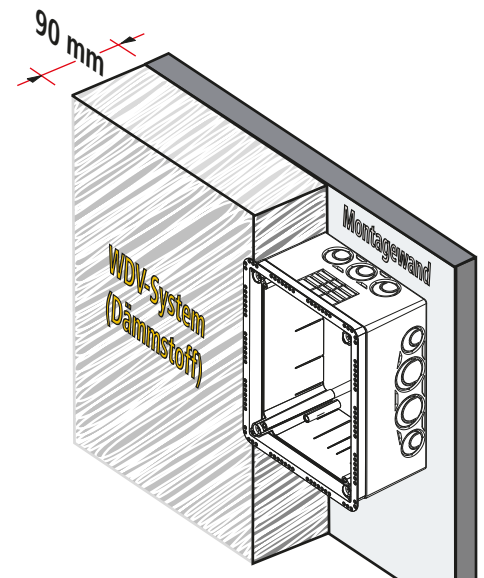
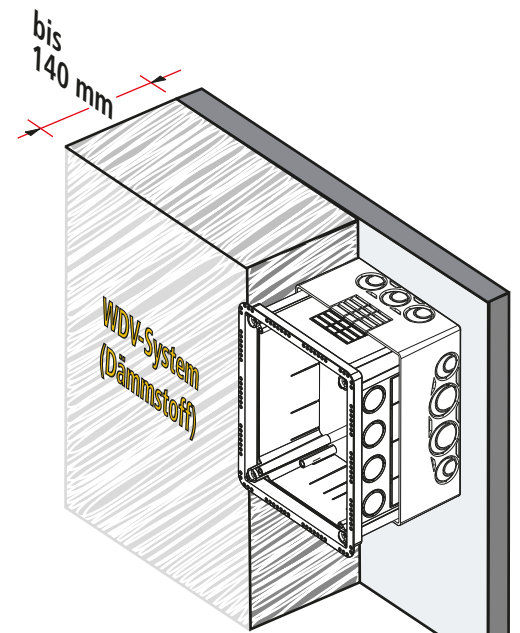

Fig. 1a
Fig. 1b
Der teleskopierbare Trennstellenkasten ist speziell für das fachgerechte Einbinden in WDV-Systemen konzipiert (Mineralischer- oder Polystyrol Dämmstoff). Mit dem Trennstellenkasten (und in Verbindung mit dem Abstandshalter (Art.-Nr. 476 053) bzw. Set, Art.-Nr. 476 055) können Montagehöhen (bündig mit dem Dämmstoff) von 90-320 mm realisiert werden (siehe Fig. 1a, 1b, 1c).
- ➔ Montage des Trennstellenkastens direkt an die Wand (siehe Fig. 1a und Fig. 1b).